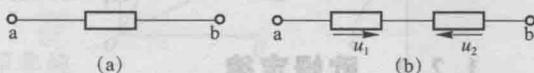

图 1-8
2. 如图 1-8 中(a)、(b)所示：(1)图(a)中 $U_{ab} = -5 \text{ V}$ ，问 a、b 两点哪点电位高？(2)图(b)中 $U_1 = -6 \text{ V}$, $U_2 = 4 \text{ V}$ ，试问 U_{ab} 等于多少伏？